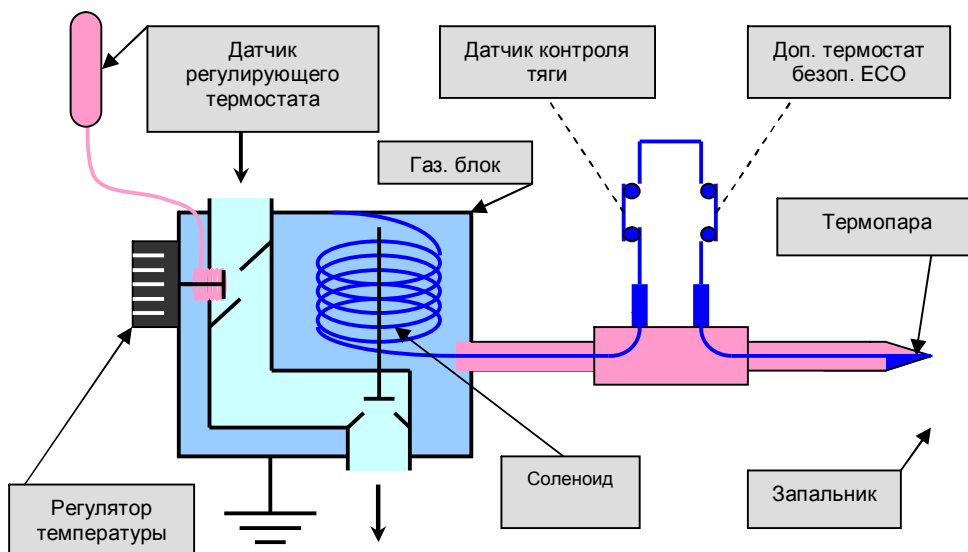
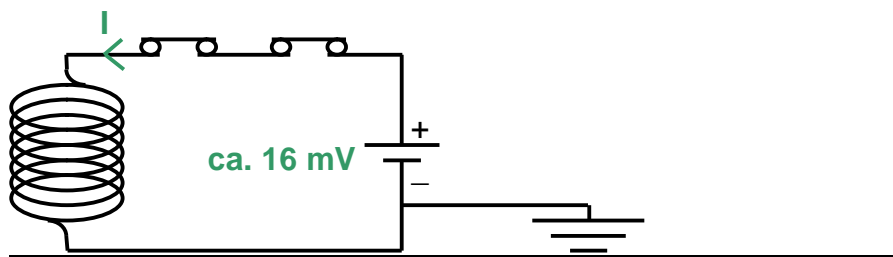

Рис. 7. Устройства безопасности
Рис. 8. Электрическая цепь термопары
- 16 Регулятор температуры (1 на Рис. 7, Рис. 8)